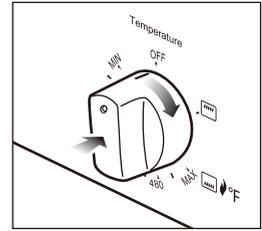

Fig.4
- 2) Tournez le bouton position , Fig.4. Le four s'enflamme automatiquement et s'allume Dans les 5,5 secondes; S'il ne peut pas être allumé pour la première fois, il s'enflammera à nouveau après 12 secondes, et 5,5 secondes de lumière; Si répété 3 fois ne peut pas être allumé, Vous devez réinitialiser le bouton pour l'éteindre avant de l'ouvrir.